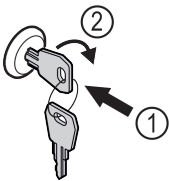

Fig. 90 Beispielhafte Darstellung
- ▶ Schlüssel hineindrücken Fig. 90 (1).
- ▶ Schlüssel um 90° im Uhrzeigersinn drehen Fig. 90 (2).